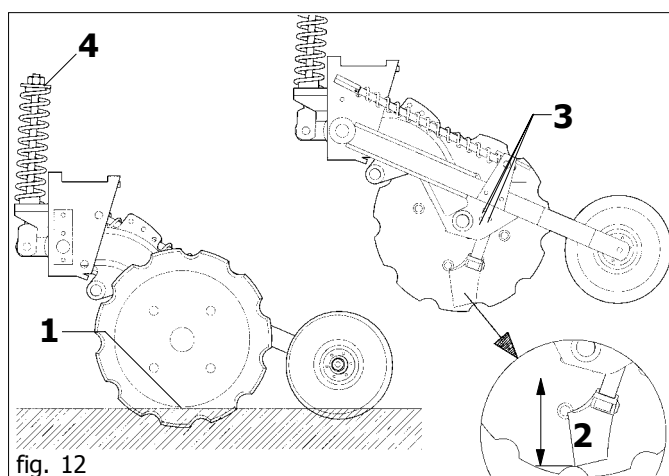

fig. 12
La profondità di deposizione dei semi è determinata correttamente, quando la zavorra laterale al disco appoggia sul terreno (Fig. 12 rif. 1).
- modificando la **posizione relativa tra coltro depositore e disco assolcatore**, allentare le viti di fissaggio del coltro (fig. 12 rif. 3) e spostarlo fino all'altezza voluta (Fig. 12 rif. 2).
- IMPORTANTE:** l'estremità del coltro non deve mai essere regolata più profonda delle tacche ricavate nel margine del disco tra un dente e l'altro (Fig. 12 rif. 2). Fare attenzione durante il serraggio che le viti vengano serrate con equilibrio, in modo che il tagliente del coltro resti perfettamente aderente alla superficie del disco senza impedirne la rotazione.
- Eventualmente regolare tutte le molle d'assetto attraverso il dado (4 fig. 12) fino al raggiungimento della posizione descritta al punto (3).